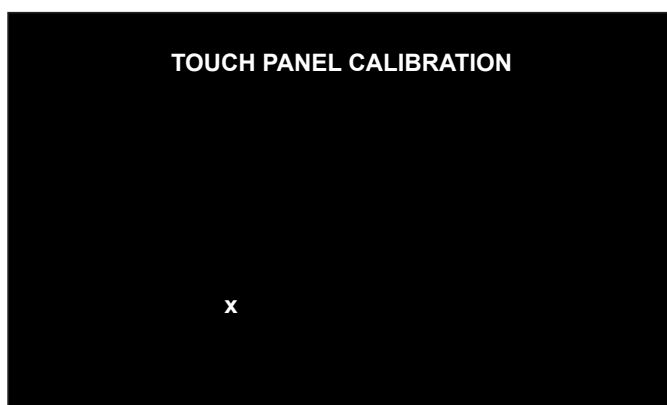

Figura 8-23
- 2.- Toccare il display nei punti indicati con "X" (Figura 8-23);